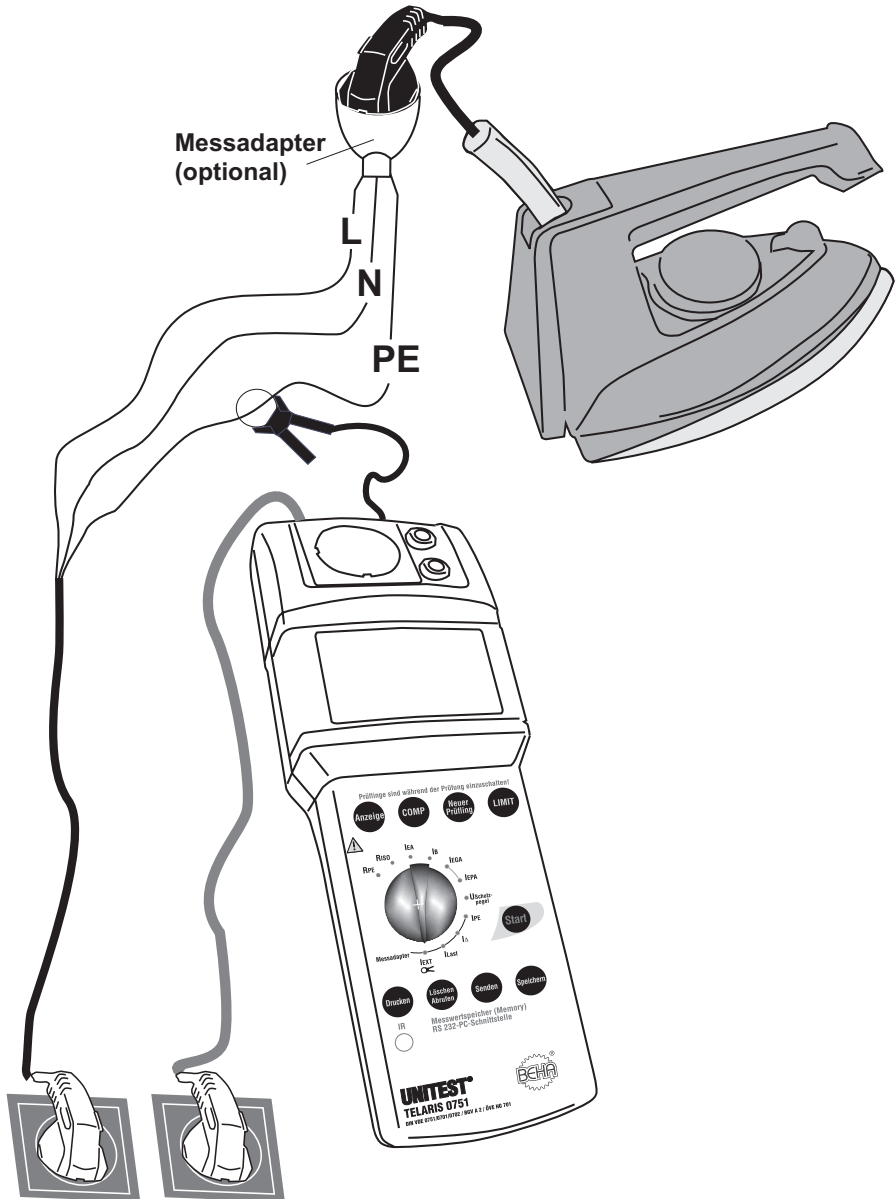

Bild 6.17: Messung des Schutzleiterstromes mit Stromzangenadapter
- ▶ Schließen Sie den UNITEST TELARIS 0751 mit dem Netzanschlussstecker (1) an eine funktionsfähige und ordnungsgemäß angeschlossene Schutzkontakt-Netzsteckdose an.
- ▶ Schließen Sie den Stromzangenadapter an den Messadapteranschluss (18) des UNITEST TELARIS 0751 an.
- ▶ Stellen Sie den Drehschalter 'Messfunktion' (15) auf die Schalterstellung 'I_{EXT}'.
- ▶ Zur Messung umfassen Sie mit dem Stromzangenadapter den Schutzleiter des Prüflings, siehe Bild 6.17.
- ▶ Drücken Sie die Taste „Start“ (9). Das blinkende Symbol für die Messeinheit im Display signalisiert den aktuellen Messvorgang.
- ▶ Lesen Sie den Messwert von der LC-Anzeige (6) ab.
- ▶ Lesen Sie den zweiten Messwert von der LC-Anzeige (6) ab. Als zu protokollierender Messwert gilt der höhere der beiden Werte.
-  Die Messergebnisse können durch Drücken der Taste Speichern (10) abgespeichert werden. Hinweise zu Speichern von Messwerten siehe Abschnitt 7.1 und 7.2.